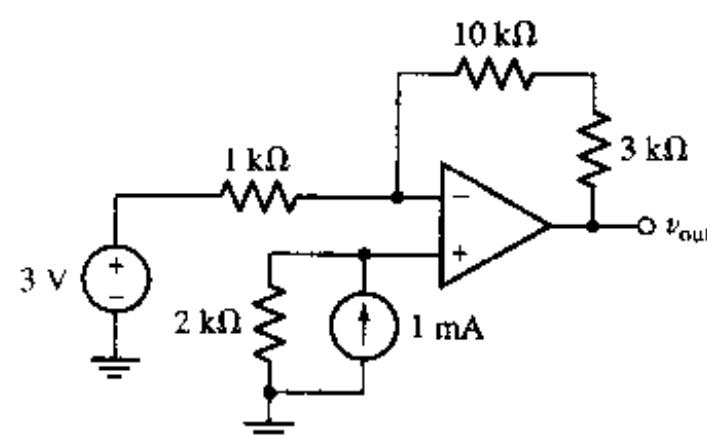

图 6.33
12. 如图 6.33 所示运放电路,计算 v_{out} 。